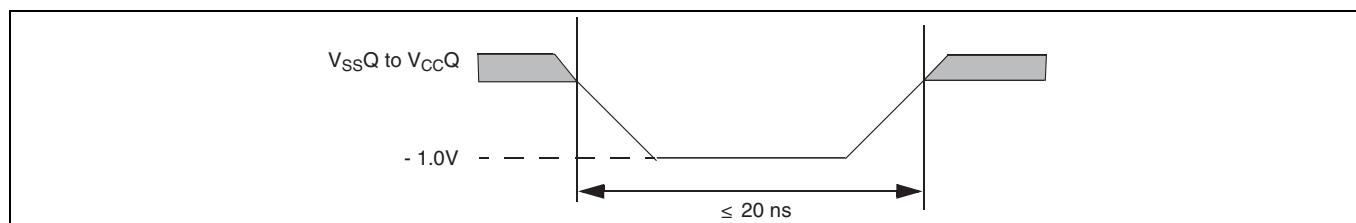
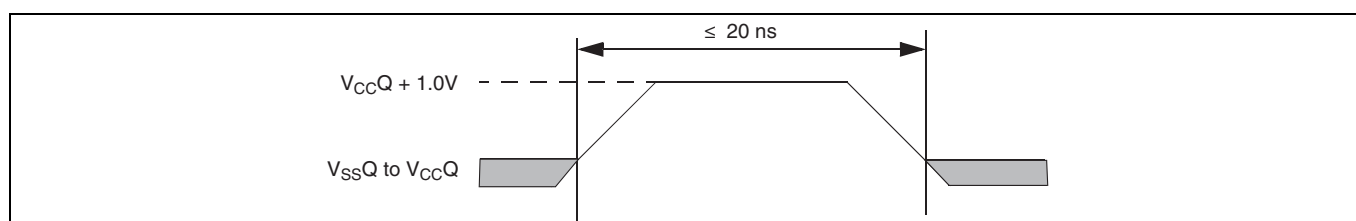

Figure 21 最大ネガティブ オーバーシュート波形
Figure 22 最大ポジティブ オーバーシュート波形
83. 入力または I/O 信号の最小 DC 電圧は -1.0V です。電圧遷移中、入力または I/O 信号は、最大 20 ns の期間、V_{SS} を -1.0V にアンダーシュートする場合があります。Figure 21 を参照してください。入力または I/O 信号の最大 DC 電圧は V_{CC} +1.0V です。電圧遷移中、入力または I/O 信号は最大 20 ns の期間にわたって V_{CC} +1.0V にオーバーシュートする場合があります。Figure 22 を参照してください。